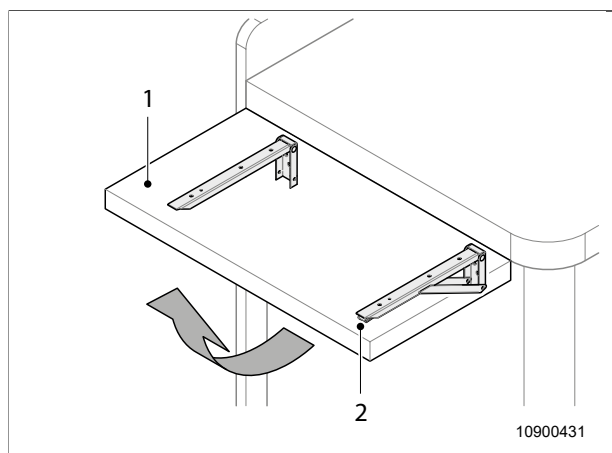

Fig. 27 Förlängning arbetsytan
1. Fäll upp arbetsytans förlängning (Fig. 27, pos. 1) tills den hakar fast.
1. Tryck på låsspaken (Fig. 27, pos. 2) och fäll ned arbetsytans förlängning (Fig. 27, pos. 1) tills den hakar fast.